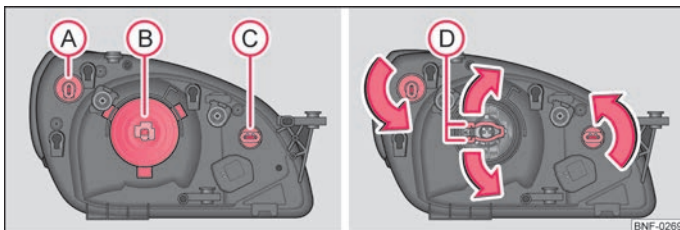

Bild 119 Strålkastare vänster - motorrum: Arrangemang/lampdemontering
- A - Blinkers fram ⇒ bild 119
- Vrid lampsockeln A moturs tills det tar stopp och ta ut den ⇒ bild 119.
- Dra av kontakten från glödlampen B ⇒ bild 119.
- Vrid lampsockeln Ⓒ **moturs** tills det tar stopp och ta ut den ⇒ bild 119.